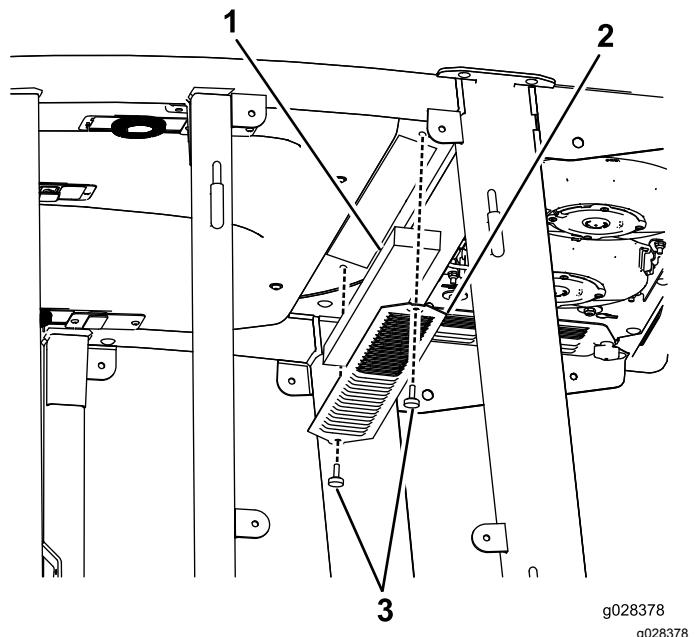
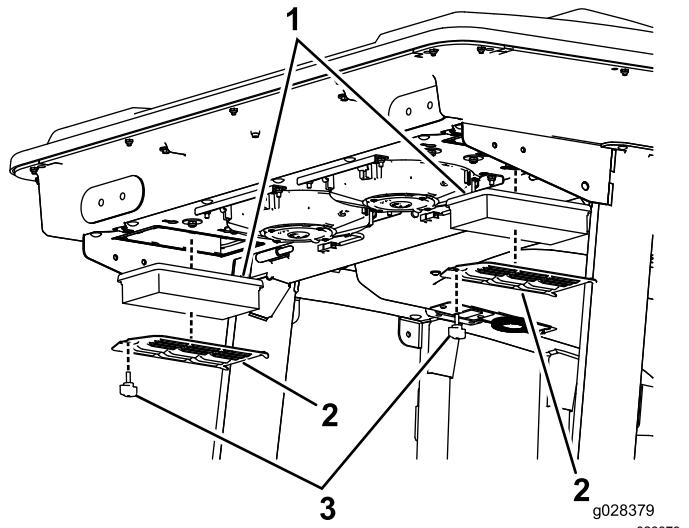
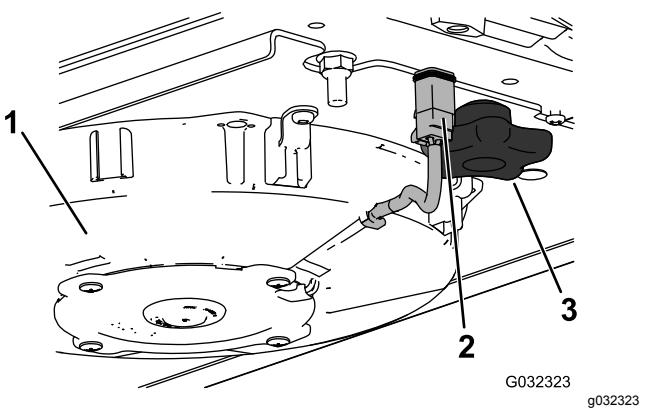
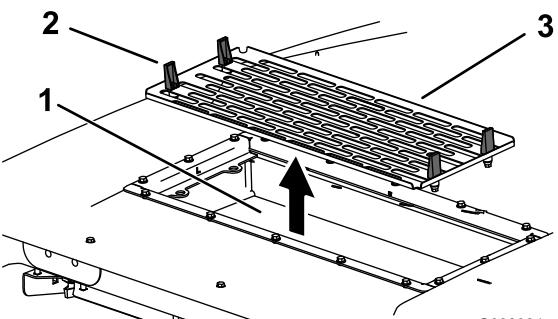

Figura 135
Figura 136
Figura 138
Figura 139
1. Remova os parafusos e as grelhas dos filtros de ar interior e traseiro da cabina (Figura 135 e Figura 136).
4. Abra as 4 linguetas do conjunto do ar condicionado e retire o filtro (Figura 139).
5. Retire os filtros (Figura 136).
7. Instale os filtros de ar, painel e conjunto da ventoinha (Figura 136, Figura 138 e Figura 139).
8. Ligue o fio de cada uma das ventoinhas (Figura 138).
2. Desligue o fio para cada uma das ventoinhas (Figura 138).